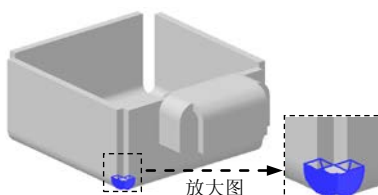

图 5.6.2 创建“封闭二折弯角”特征 1
Task1. 创建图 5.6.2 所示的“封闭二折弯角”特征 1
Step5. 单击命令条中的按钮，完成图 5.6.2 所示特征的创建。